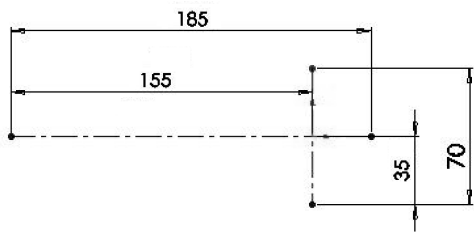

图 2-135 绘制中心线
- 02 使用【中心线】工具, 在图形区中绘制如图 2-135 所示的中心线。